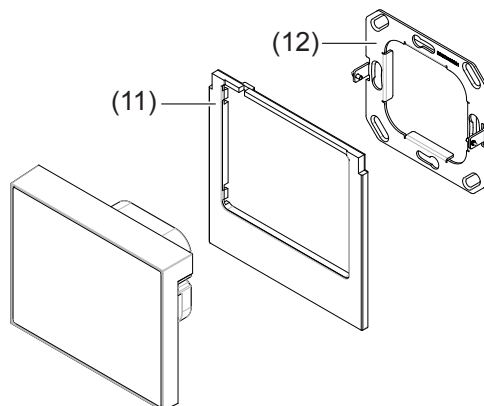

Figura 10: montaggio
- Inserire il cavo pre confezionato in dotazione nella presa **Digital/Analog IN** (4).
- Applicare la parte posteriore della cornice design (11) e premere sui punti di fissaggio (15) fino a farla scattare.
- Posizionare l'apparecchio correttamente sull'anello di supporto in modo tale che gli attacchi sull'apparecchio (13) e le punte con chiusura a scatto poste sull'anello di supporto (12) siano perfettamente sovrapposte (figura 10).
- Premere leggermente l'apparecchio sull'anello di supporto fino ad avvertire lo scatto, quindi fissare i punti di arresto magnetici (14) all'anello di supporto.